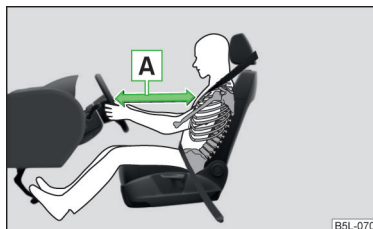

Fig. 21
- Atât pentru șofer cât și pentru pasagerul față este important să păstreze o distanță de aproximativ 25 cm față de volan, respectiv de planșa de bord » fig. 21 - . Dacă nu se respectă această distanță, sistemul airbag nu își poate exercita eficiența maximă – pericol de moarte! Scaunele din față și tertiaryele trebuie să fie întotdeauna reglate în funcție de mărimea corpului.